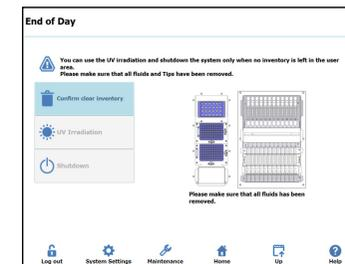

Figura 18: Schermata "End of Day"
26. Sulla schermata Home selezionare "End of Day" (fine della giornata). Appare la seguente schermata (Figura 18).